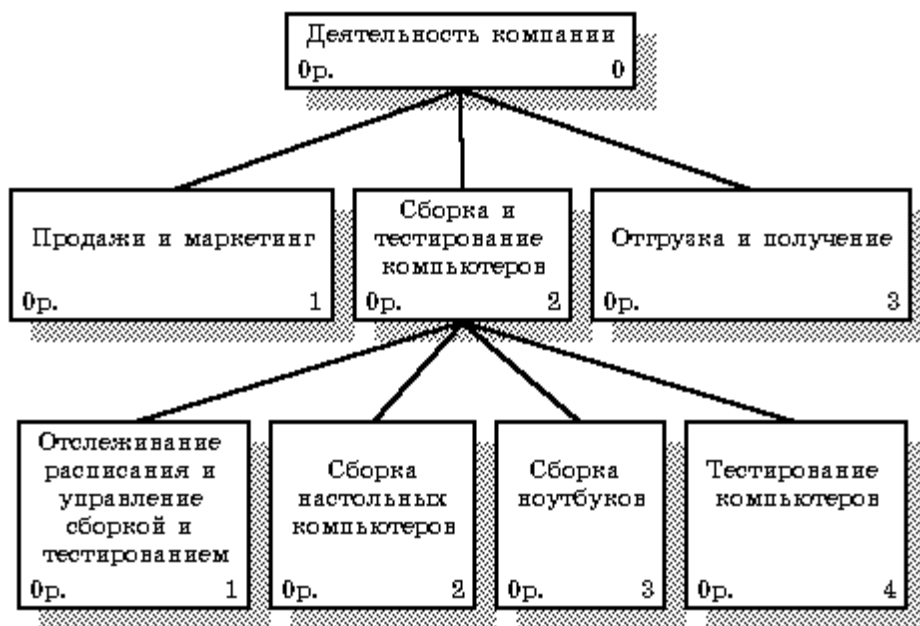

Рис. 65. Результат выполнения упражнения
6. Щелкните по **ОК**. Результат модификации диаграммы дерева узлов показан на рис. 65.